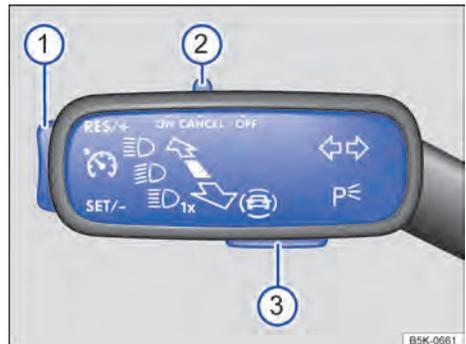

Fig. 114 À esquerda na coluna de direção: interruptores e botões do GRA.
— Empurrar o interruptor → Fig. 114 ② para a posição **ON**.
— Durante a condução, pressionar o botão → Fig. 114  na área **SET/-**.
A velocidade salva pode ser ajustada através do botão → Fig. 114 , enquanto o GRA regula:
Para alterar continuamente a velocidade salva, manter o botão → Fig. 114  pressionado. O veículo adapta a velocidade atual acelerando ou reduzindo a velocidade. O veículo não freia ativamente.
— Empurrar o interruptor → Fig. 114  para a posição **CANCEL** ou pisar no pedal do freio.
— Pressionar o botão → Fig. 114  na área **RES/+**.
— Empurrar o interruptor → Fig. 114  para a posição **OFF**.
1. Pressionar o botão → Fig. 114 .